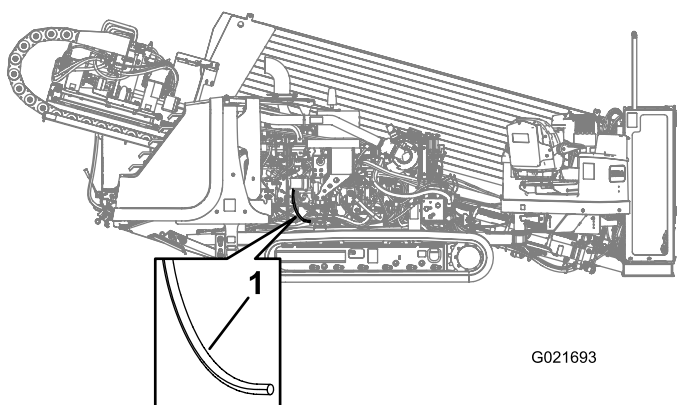

Рисунок 114
3. Осторожно вытяните вентиляционную трубку картера двигателя наружу (Рисунок 114).
4. Очистите конец вентиляционной трубки картера двигателя (Рисунок 114).